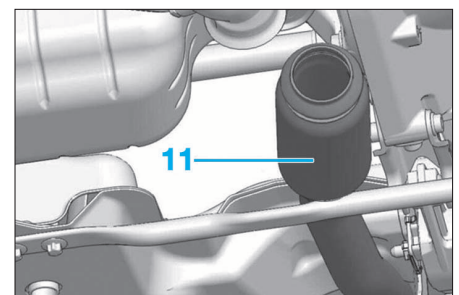

FIG. 8b
- Déposer les fixations (9).
- Écarter avec précaution le tube d'échappement (11) vers la boîte de vitesses (Fig.8b).